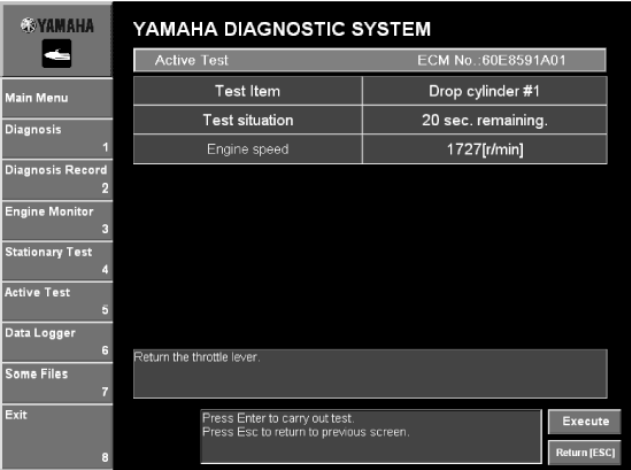

Рис. 89
4. Щелкнуть по **Выполнить(Execute)** или нажать клавишу Enter клавиатуры. (Рис. 89)
5. Во время теста появляется информация, около **Состояние теста(Test situation)** и **Число оборотов двигателя(Engine Speed)**, следуйте за отображаемыми инструкциями теста в сообщениях. (Рис. 89)